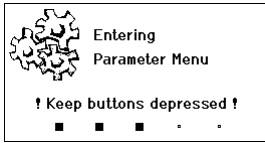

Fig. 11
- Maintenir enfoncées les touches **4** et **1** ou **4** et **2** simultanément. Pendant que l'appareil passe au menu Paramètres, le texte informatif suivant apparaît à l'affichage (voir également fig. 11): "Passage au menu Paramètres" "Maintenir enfoncées les touches".